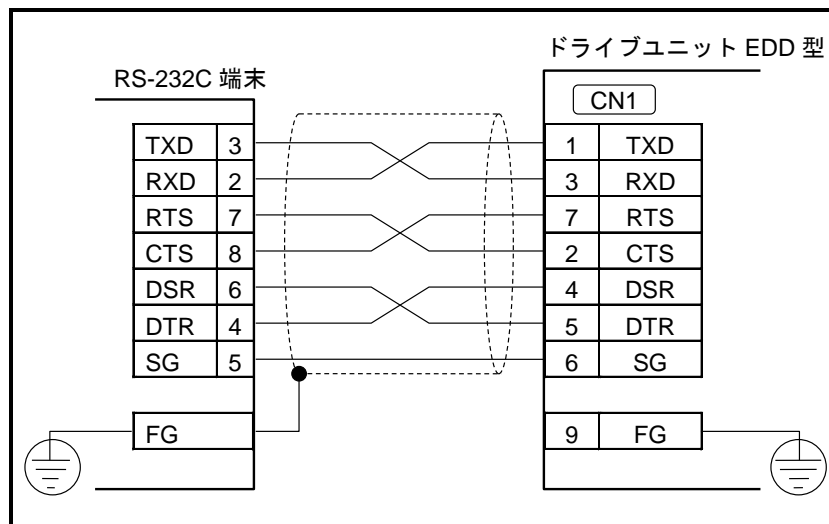
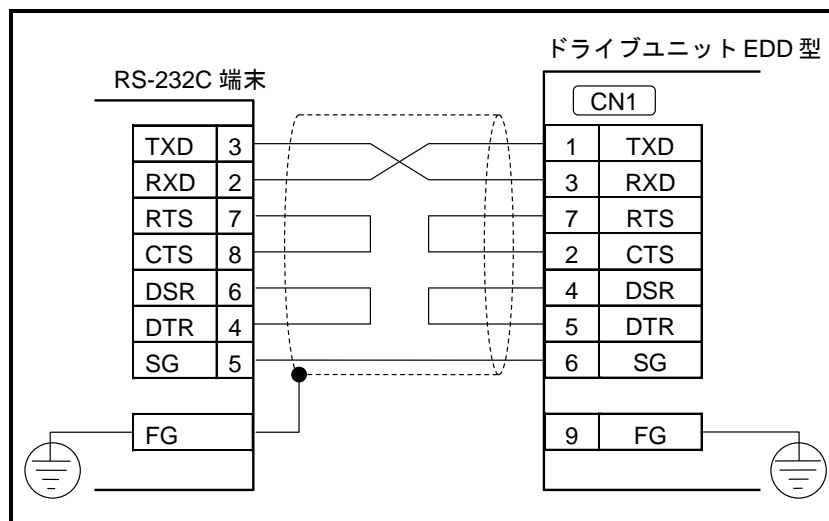

図 A-24 : RS-232C の配線, フロー制御あり
図 A-25 : RS-232C の配線, フロー制御なし
- 「図 A-24 : RS-232C の配線, フロー制御あり」, 「図 A-25 : RS-232C の配線, フロー制御なし」は RS-232C 端末として DOS/V 互換機 (D-sub9 ピンコネクタ) との接続時の配線例です。